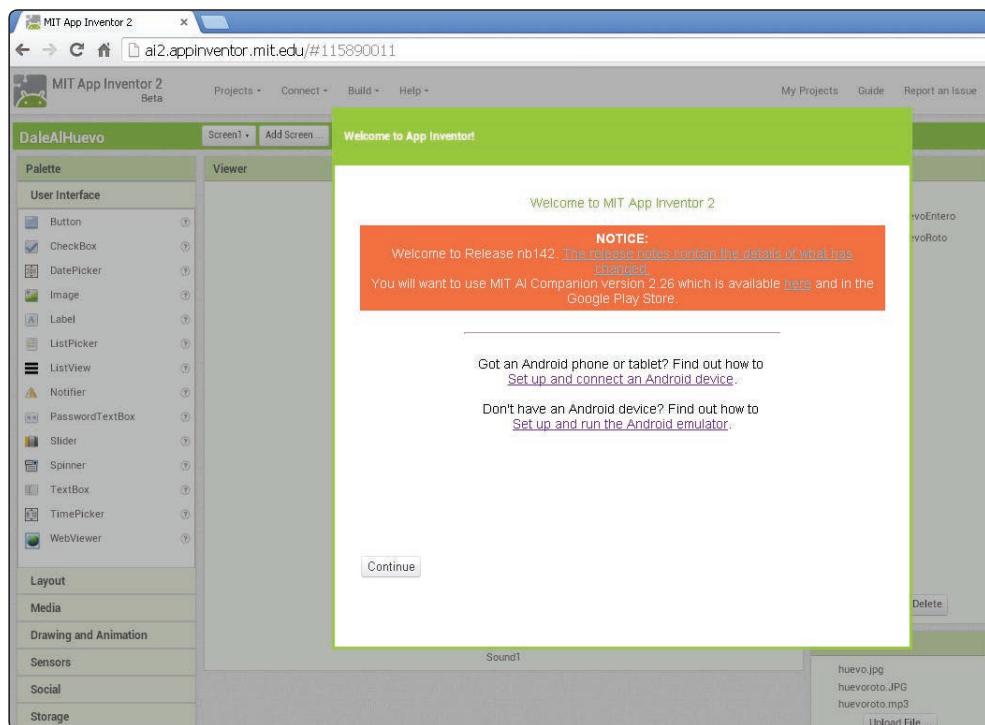

Figura 3.1-3. Imagen de aviso para la conexión de dispositivos al cargar el entorno de desarrollo
- Si es la primera vez que entras, te pedirá consentimiento para acceder con la cuenta de Google que tienes abierta, tras eso, aparecerá el siguiente mensaje de bienvenida (véase Figura 3.1-3). Simplemente pulsa en *Continue* y después en el botón *Start New Project*. Tras darle nombre al proyecto (sin caracteres extraños ni espacios), te carga el entorno de desarrollo.